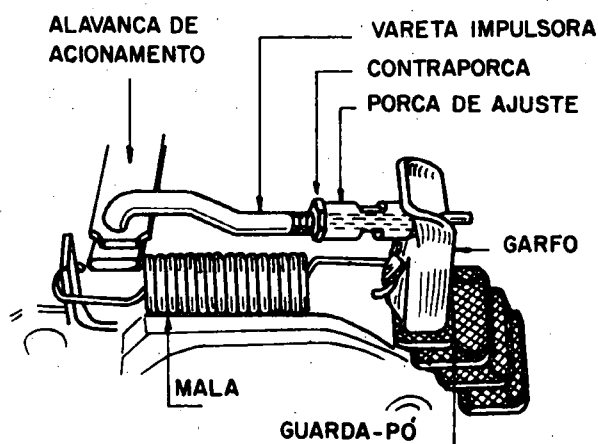

Fig. 3
- b Regule, a vareta de regulagem (fig. 3), até obter a folga recomendada pelo fabricante.